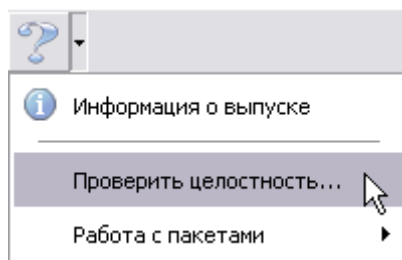
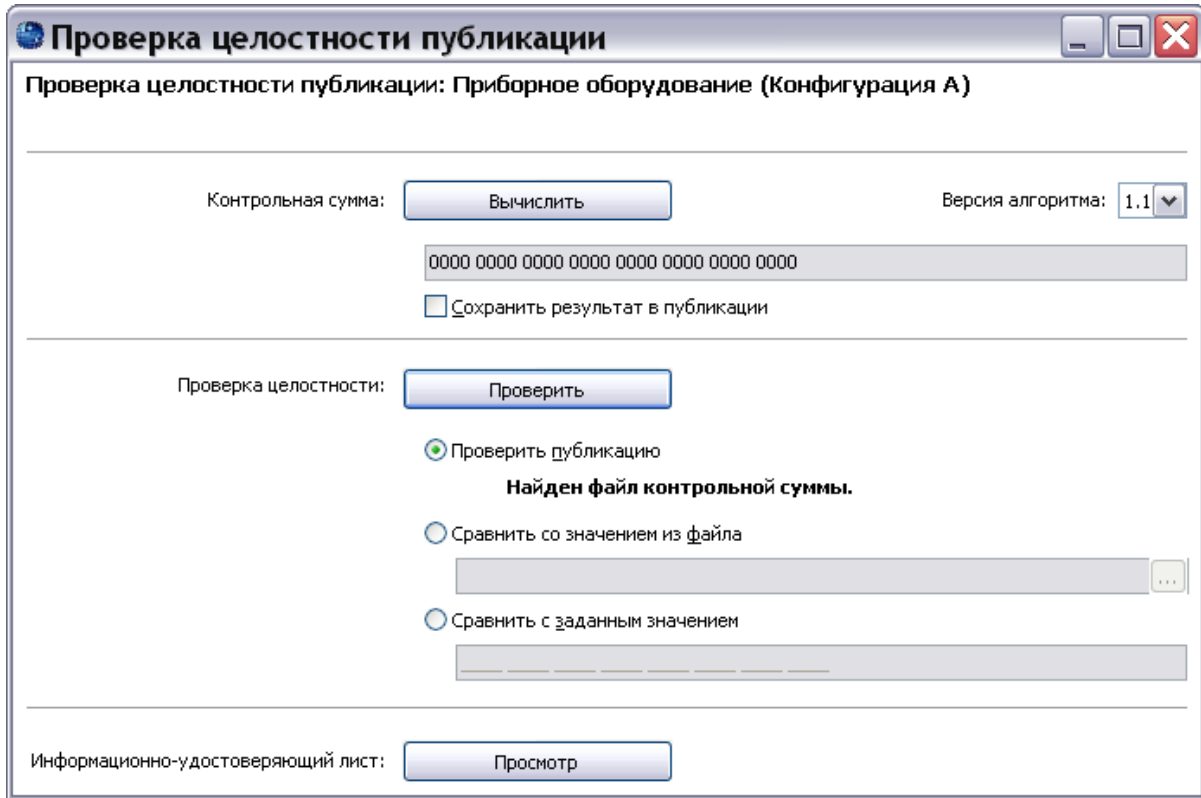

Рис. 187
Рис. 188
1. В окне TG Browser в раскрывающемся меню кнопки **Помощь**  выберите команду **Проверить целостность...** (Рис. 187). После этого появится окно **Проверка целостности публикации** (Рис. 188).